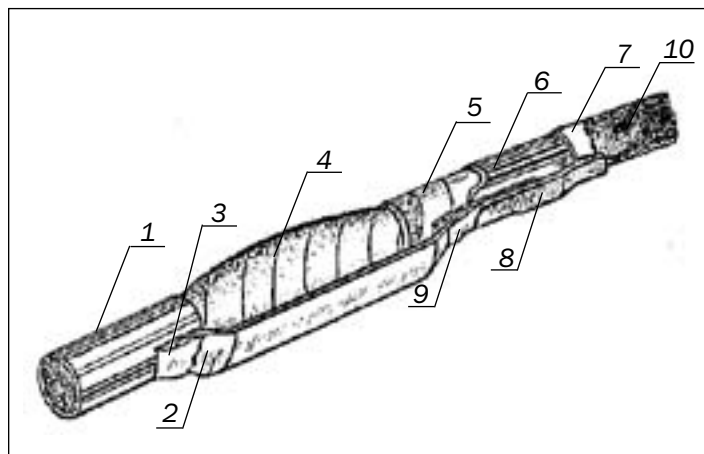

Рис. 4.32. - Смонтированная муфта в разрезе:
**4.8.3.** На рис. 4.32 показана смонтированная муфта в разрезе.